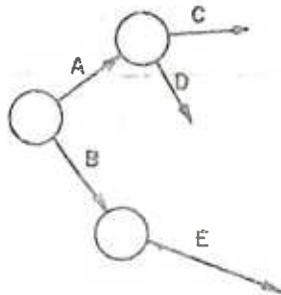

FIGURA 14
c) Reflejando la tercera condición tendremos (figura 14):